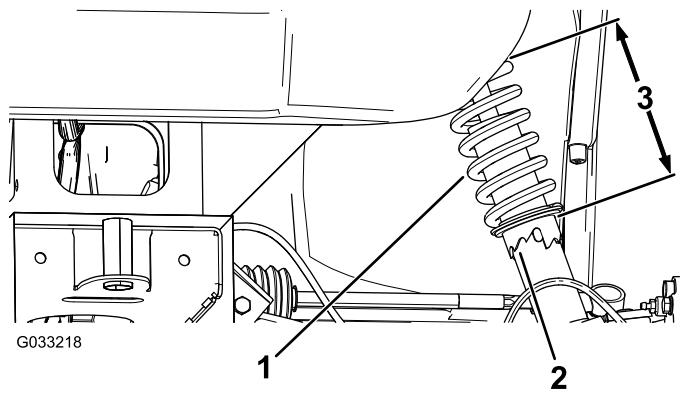

Figura 48
2. Se o alinhamento da roda estiver desalinhado, utilize a chave de aperto para rodar o anel na mola amortecedora para alinhar a roda (**Figura 48**).